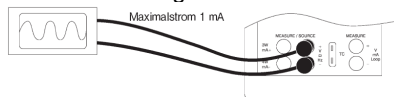

Abb. 19. Anschlüsse zur Prüfung eines Ausgabegeräts
3. Die Prüfleitungen am Instrument und am Kalibrator wie in Abbildung 19 anschließen.